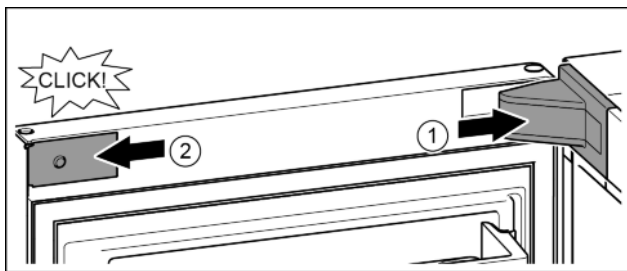

Fig. 18
- ▶ Встановіть та зафіксуйте кришку опорного кронштейна, у разі необхідності — обережно розтисніть. Fig. 18 (1)
- ▶ Встановіть збоку і зафіксуйте накладку. Fig. 18 (2)